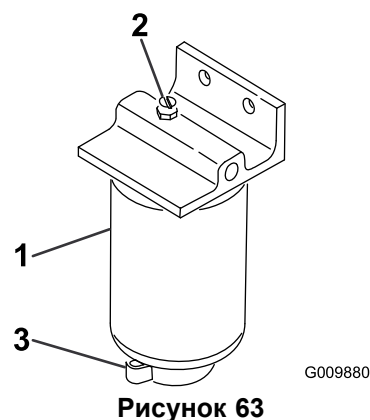

Рисунок 63
2. Открутите сливной кран в днище стакана фильтра (Рисунок 63).
1. Очистите область крепления стакана фильтра (Рисунок 63).